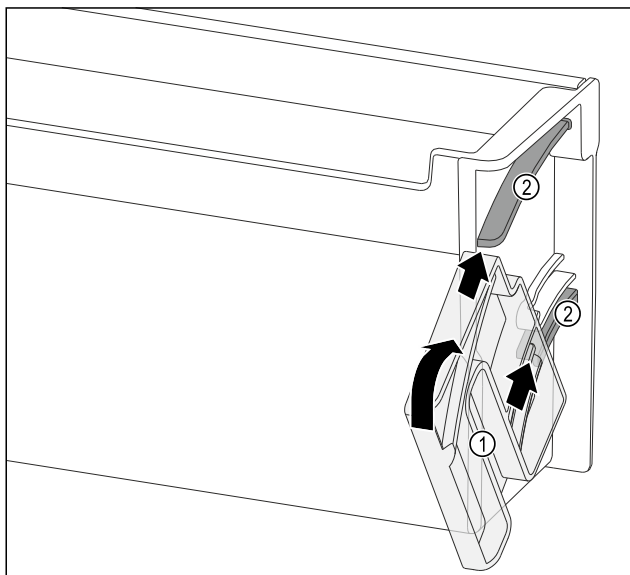

Fig. 96
- Розташуйте поворотний модуль Fig. 96 (1) так, щоб пази розташовувалися точно навпроти напрямних каналів Fig. 96 (2) дверного лотка.
- Прокрутіть поворотний модуль Fig. 96 (1) у вказаному напрямку.